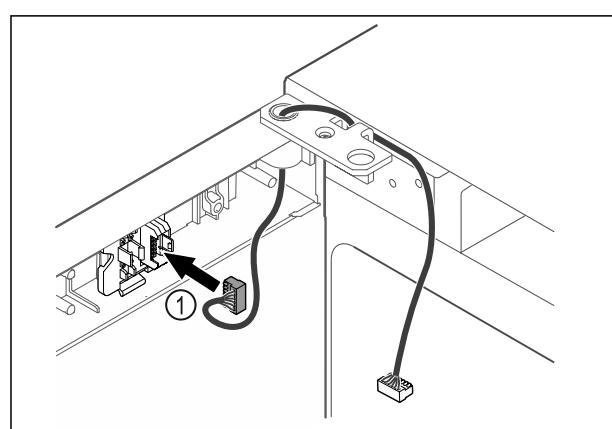

Fig. 59
► Introduceți fișa Fig. 59 (1) în suportul fișei.